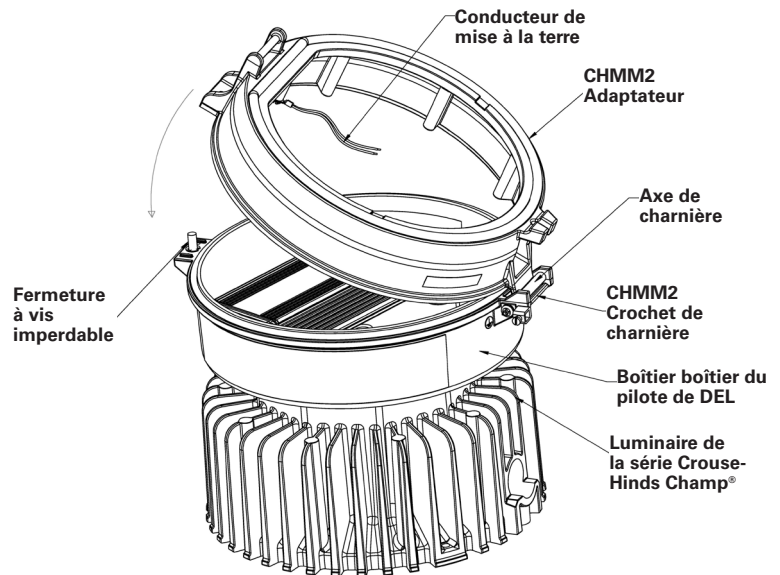

Figure 1
4. Installez l'adaptateur CHMM2 sur le boîtier du pilote de DEL du luminaire de la série Crouse-Hinds Champ®. Pour ce faire, accrochez l'axe de charnière sur le crochet de charnière, comme illustré à la figure 1. Au moment de fermer l'adaptateur, assurez-vous que celui-ci et le luminaire sont concentriques. Vissez la vis de fermeture imperdable dans l'adaptateur de telle sorte que les bossages de l'adaptateur et du boîtier du pilote soient d'abord enfoncés puis serrés à 79 po-lb (8,9 N-m).